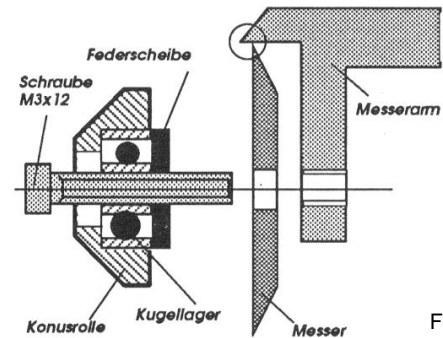

Fig. 10.03
- Remontez le tout dans le sens inverse des opérations. Lors du montage, il faut faire attention que le couteau soit bien ajusté en haut à la butée de la contre- pièce (Fig. 10.03, voir cercle)